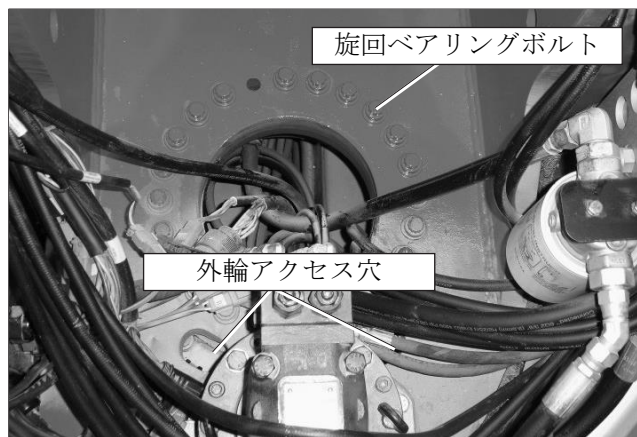

図 7.12 - 回転ベアリングボルト
3. ライザーブームを上昇させ、ターンテーブルの内輪回転ベアリングボルトにアクセスします（図 7.12 を参照）。外輪ボルトはターンテーブルの開口部から見えます。ターンテーブルを回転させ外輪ボルトをすべて点検します。